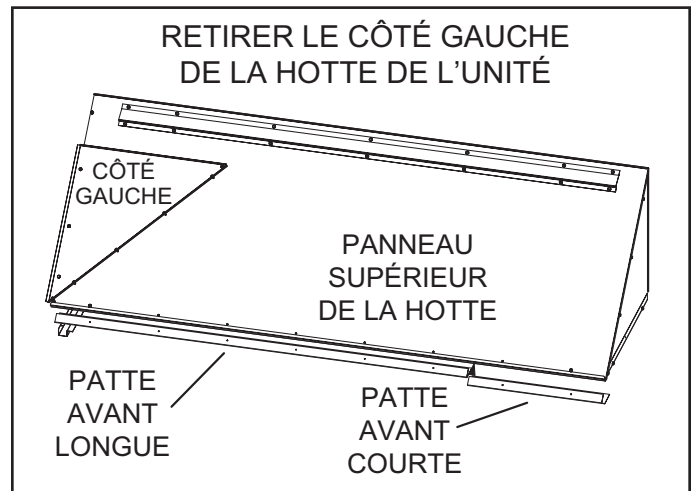
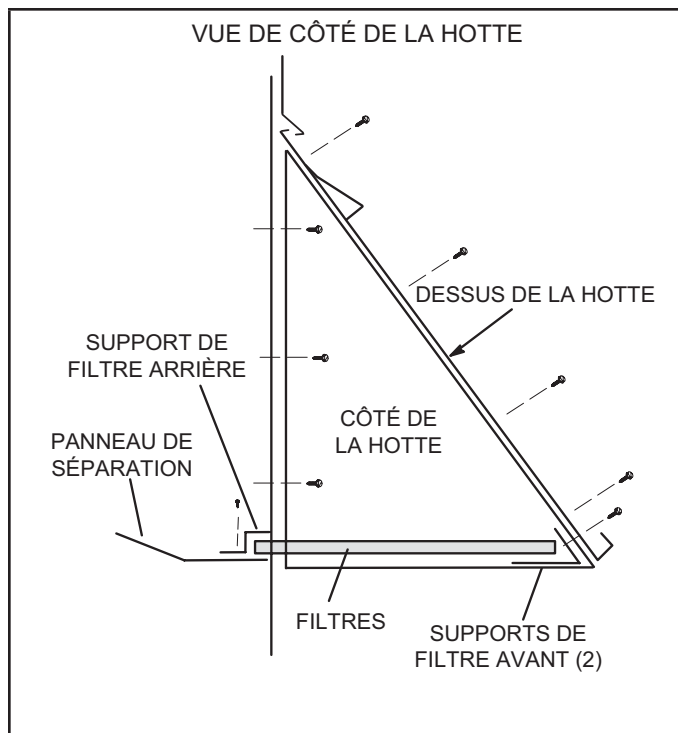

FIGURE 7
FIGURE 9
- 1 - Retirer le côté gauche du panneau supérieur de la hotte. Voir FIGURE 7.
- 6 - Installer le support du filtre arrière sur le panneau de division de l'unité comme indiqué à la FIGURE 9.
- 8 - Installer le support de filtre avant plus long sur le dessus de la hotte, comme indiqué à la FIGURE 7 et FIGURE 9. Insérer les quatre filtres.